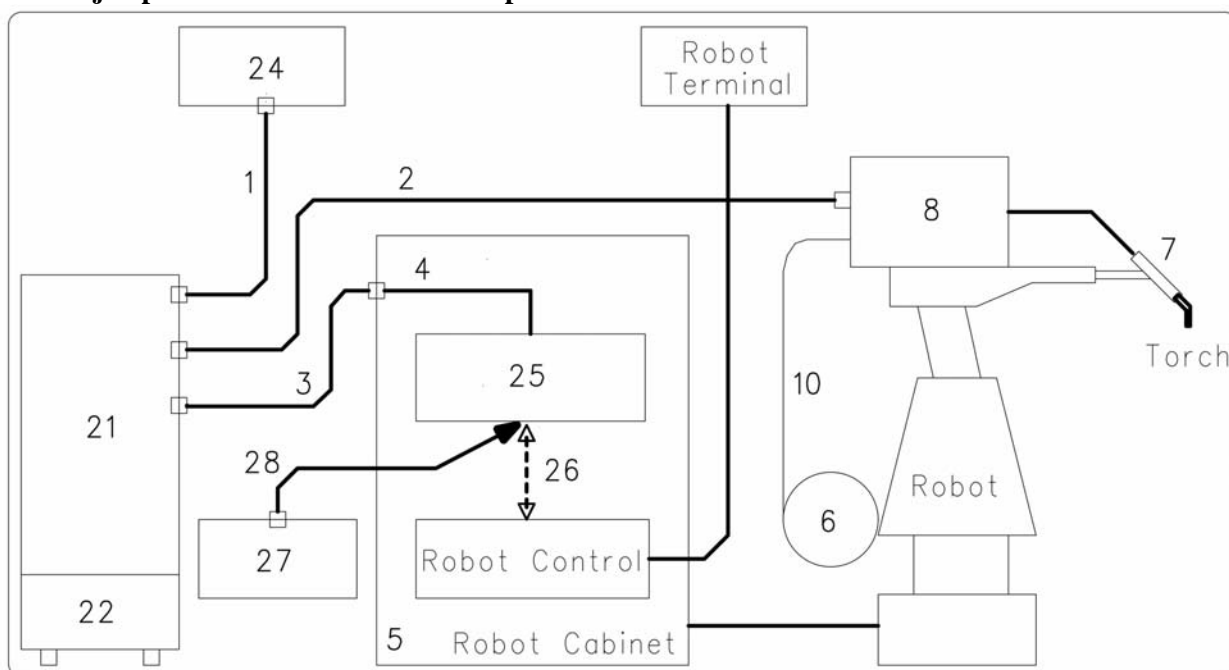

fig. 2
Se componen esencialmente de los equipos ilustrados en el ejemplo de fig. 2.
- Si no hecho ya previamente, desconectar cada conexión entre la Interfaz Robot y Control Robot (conexión (26) en fig. 2).
- Conectar el Simulador Robot (27) a la Interfaz Robot (25) y a la fuente de la alimentación externa, usando exclusivamente la apropiada prolongación (28) anexa al Simulador Robot.